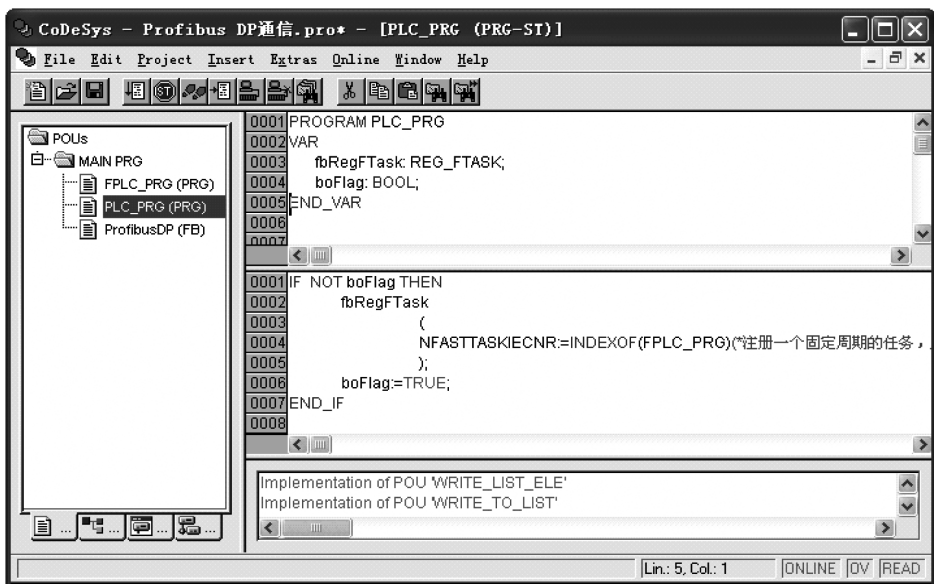

图 5-31 在 PLC_PRG 中注册快速任务 FPLC_PRG
9) 在 PLC_PRG 中注册快速任务 FPLC_PRG, 如图 5-31 所示。